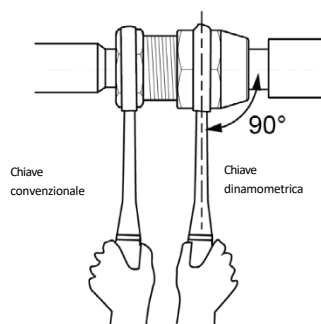

Fig. 17
- 3 Serrare saldamente il dado svasato con una chiave dinamometrica fino a quando la chiave non emette un clic (tenere l'impugnatura della chiave e posizionarla ad angolo retto rispetto al tubo, vedi Fig. 17).